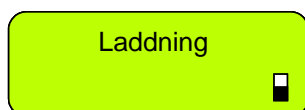

Bild 3.2
- När du ansluter laddaren kommer följande meddelande (bild 3.2) att visas och batteriikonen kommer hela tiden att röra sig från tomt till fullt för att visa att laddning pågår.